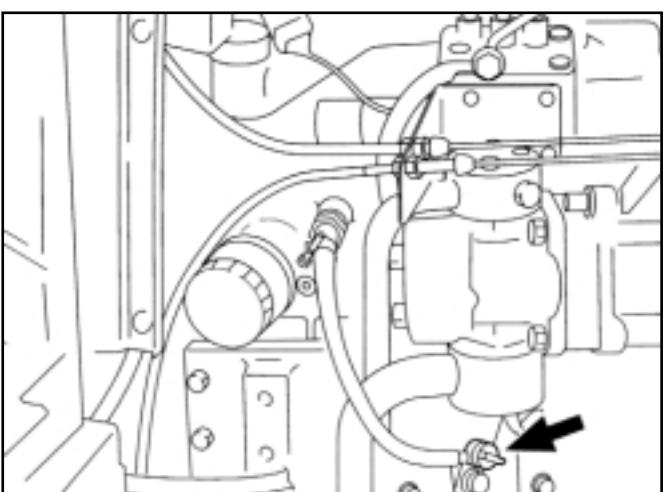

FIG. 108 / ABB. 108 / FIG. 108
3. Enlevez le bouchon de vidange du bloc-cylindres (Fig. 108). Veillez à ce que les trous de vidange NE se bouchent PAS pendant la vidange.
3. Die Ablaßschraube aus dem Zylinderblock (Abb. 108) herausdrehen. Sicherstellen, daß die Ablaßöffnungen beim Ablassen nicht verstopfen.
3. Schroef de aftapdop van het cilinderblok (Fig.108) los. Zorg dat de aftappunten NIET geblokkeerd raken bij het aftappen.